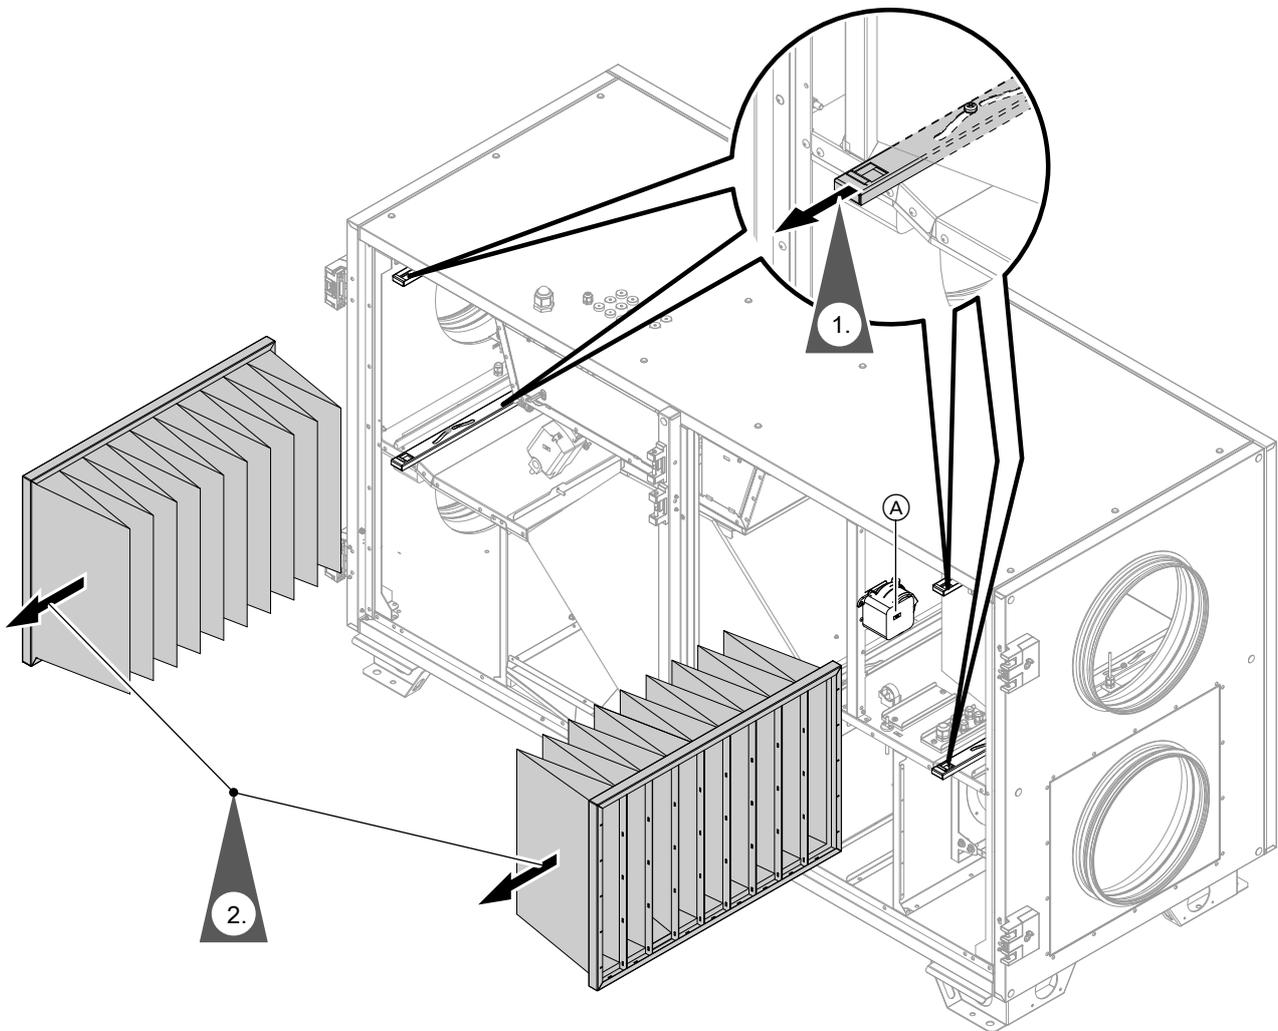

Abb. 42
6. Neue Filter einbauen: Arbeitsschritte in Abb. 42 in umgekehrter Reihenfolge durchführen.